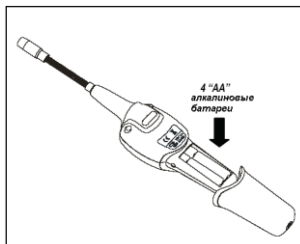

Рис.4
- Отвинтите винт и снимите крышку отсека питания (рис.4).